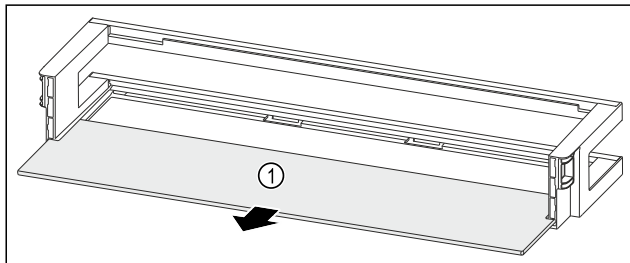

Fig. 91 Polica u vratima s policom za odlaganje
- Izvadite policu Fig. 91 (1).